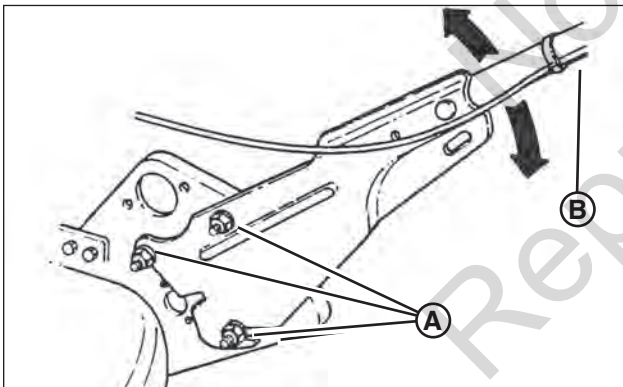

Figure 5: Réglage de la hauteur de poignée
1. Desserrez les écrous inférieurs (**A**, **Figure 5**) se trouvant sur chaque poignée inférieure.